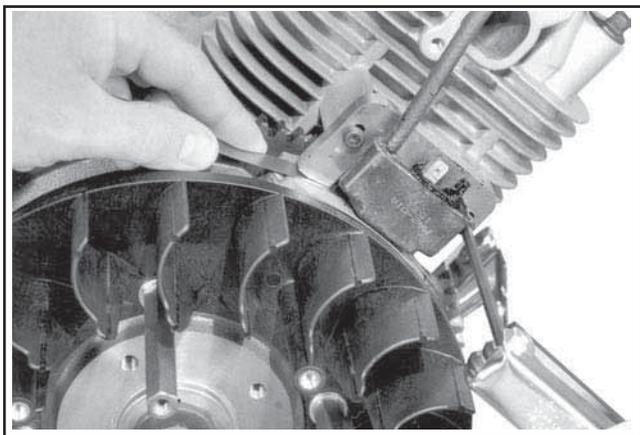

Figure 11-50. Réglage de l'entrefer du module d'allumage.
5. Introduire une jauge d'épaisseur plate de **0,30 mm (0,012 pouces)** entre l'aimant et le module d'allumage. Voir la Figure 11-50. Desserrer suffisamment les vis pour permettre à l'aimant d'attirer le module contre la jauge d'épaisseur.